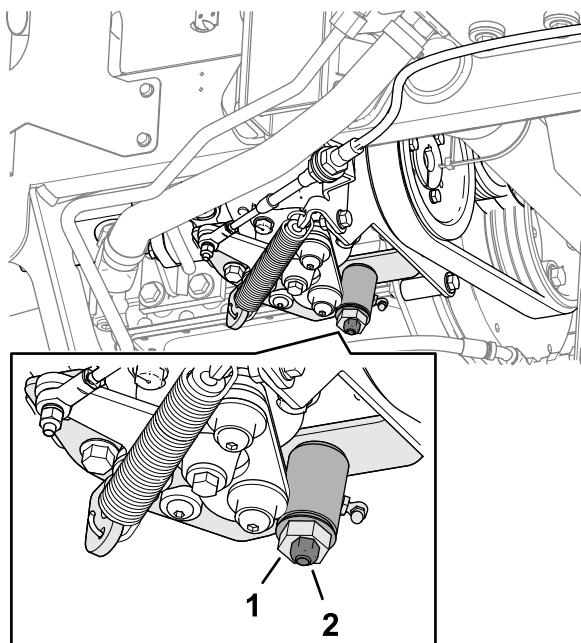

Figura 79
3. Serrate il dado di bloccaggio sulla camma di regolazione della trazione. (Figura 79).